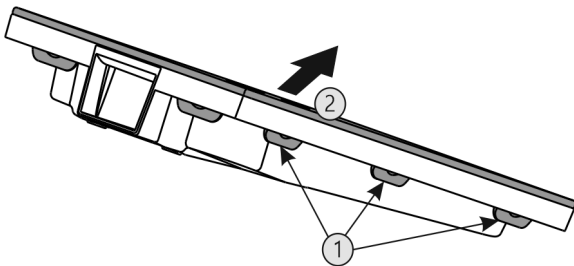

Fig. 58
- ▶ Alle lippen Fig. 58 (1) achtereenvolgens indrukken en de afdekking Fig. 58 (2) verwijderen.